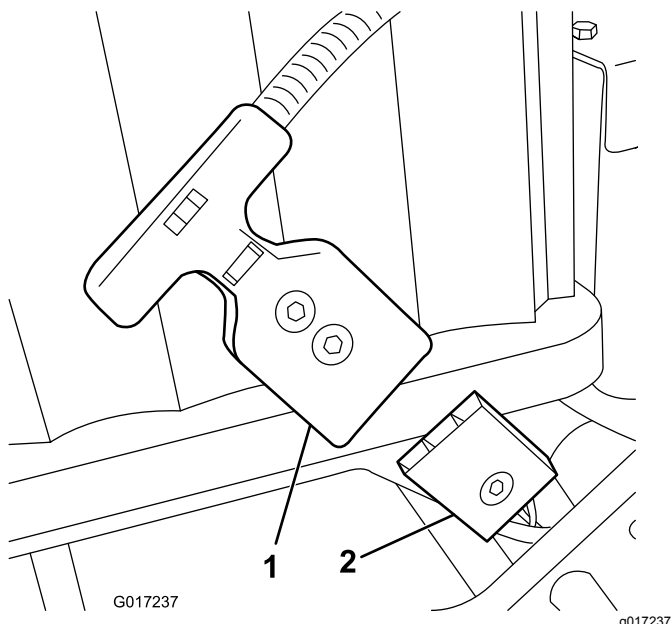

图16
注意 如果您无法在电池组安装后使电池组插座与机器线束插头对齐则可以选择先将线束连接至电池组然后再安装电池组。从电池基座上拔下主电源接头 (图16)。按照说明将接头安装到电池上。将电池安装到基座附带的线束穿过相应的孔然后使用之前卸下的紧固件将主电源接头固定到电池基座上。
16. 将主线束上的 T 形手柄接头连接到电池基座的主电源接头上图16。